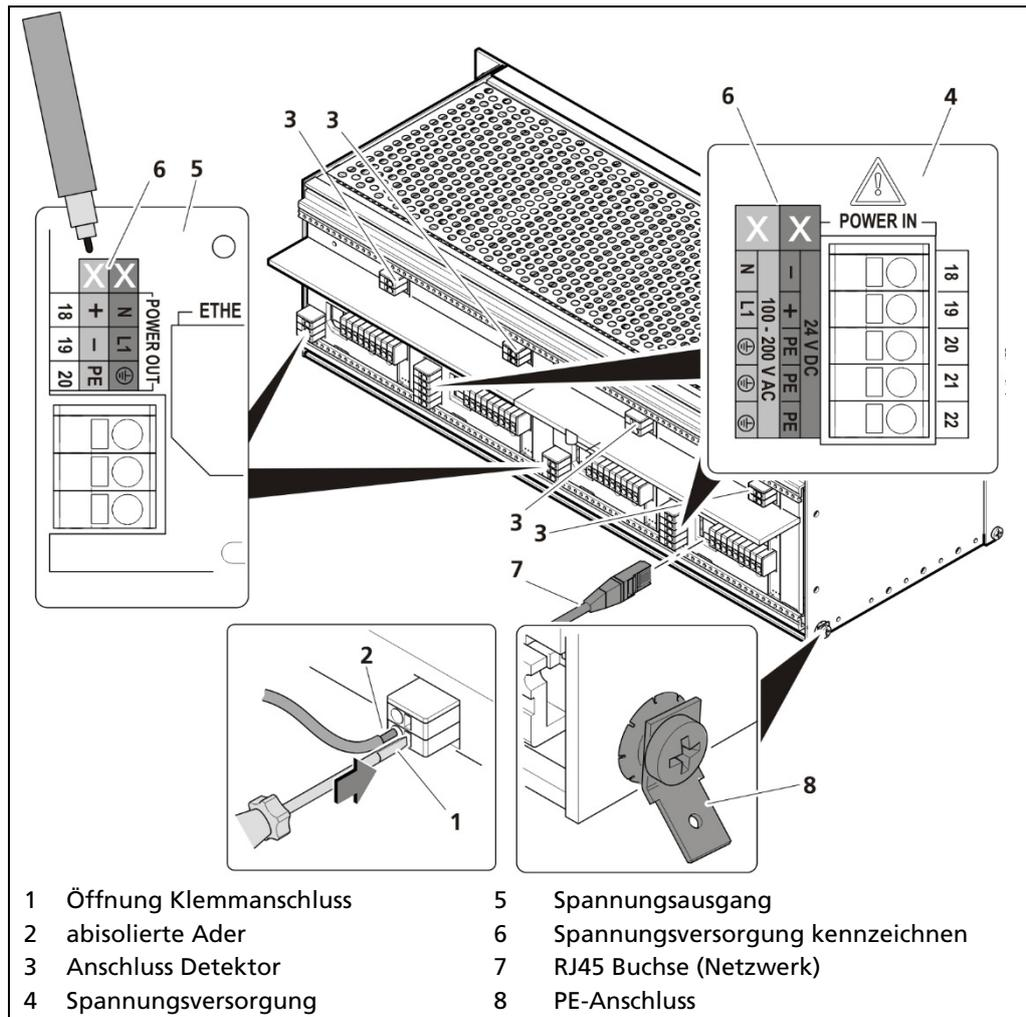

Abb. 20 Elektrischer Anschluss im 19" Baugruppenträger
Vor der Erstinbetriebnahme muss der Spannungsbereich (Abb. 20, Pos.8) an allen Eingangs- und Ausgangsklemmen dauerhaft und chemikalienbeständig gekennzeichnet werden!
Für die Variante zur Installation von jeweils einer Master AWE mit 3 Slave-Modulen wird 2-mal die Anschlussplatine Master/Slave (Abb. 20, Pos.2) verwendet.
Für die Variante zur Installation von 4 Master-AWEs wird 2-mal die Anschlussplatine Master/Master (Abb. 20, Pos.1) verwendet.
Es darf nur die Spannung des gekennzeichneten Bereichs (Abb. 20, Pos.6) angelegt werden!
2. Kennzeichnen Sie den Spannungsbereich dauerhaft und chemikalienbeständig (Abb. 20, Pos.6).
4. Öffnen Sie mit einem Betätigungswerkzeug (Schlitz-Schraubendreher) den Klemmanschluss (Abb. 20, Pos.1) und führen Sie die abisolierte Ader (min. 8 mm) (Abb. 20, Pos.2) ein. Durch Herausziehen des Betätigungswerkzeuges wird der Klemmanschluss geschlossen. An die Klemmen können folgende flexible Adern angeschlossen werden:
5. Stecken Sie den Netzwerkstecker in die RJ45 Buchse (Abb. 20, Pos.7) (optional).
6. Überprüfen sie den korrekten Anschluss der PE-Leitung (Abb. 20, Pos.8).